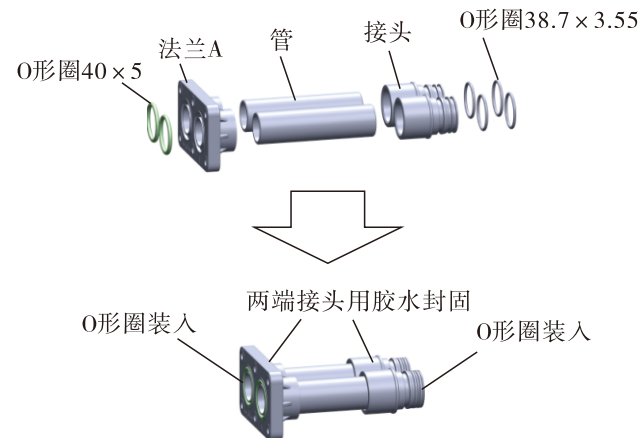

图2-1-1
- 1、如图2-1-1所示，用胶水固封管、法兰A和接头，再将对应的O形圈分别装入接头和法兰A（共2只）。